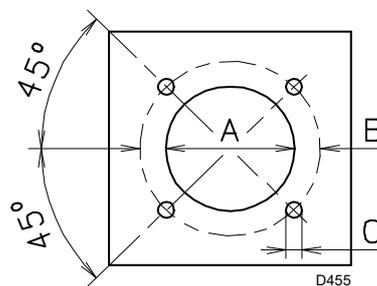

Fig. 11
Percer la plaque de fermeture de la chambre de combustion comme indiqué dans la Fig. 11.
- Introduire tout le brûleur sur le trou de la chaudière, précédemment prédisposé, comme illustré sur la Fig. 11 à la page 16, et le fixer avec les vis fournies de série.